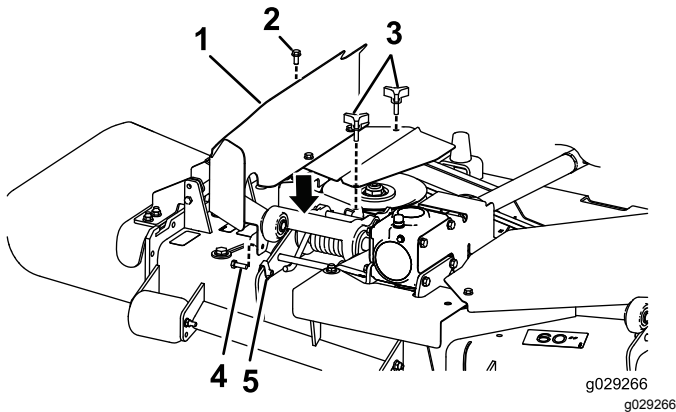

Figure 10
1. Pour les plateaux non équipés d'un système de ramassage, montez la protection droite (Figure 10).